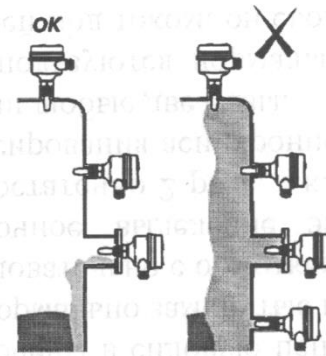

Рис.6. Пример правильной и неправильной установки при наличии налипания на стенке резервуара.
10. Обеспечьте достаточное расстояние между наслоениями на стенке резервуара и вилкой (см.рис.6).